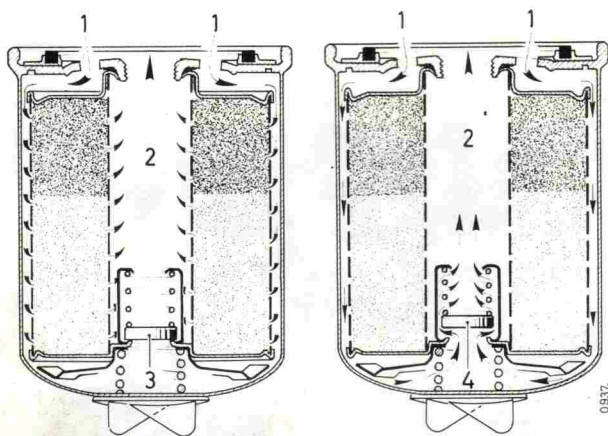

Fig. 52
Le moteur est équipé d'un filtre à huile qui épure sans arrêt l'huile au cours du fonctionnement du moteur. Toutes les impuretés s'accumulent dans le filtre. Après un temps de service prolongé l'élément filtrant se colmate, empêchant ainsi le passage satisfaisant de l'huile. Il en résulte une augmentation de pression qui repousse le ressort maintenant le clapet de sécurité (4, Fig. 52) sur son siège. Le lubrifiant peut alors se diriger (2) vers le conduit principal de graissage du moteur. Bien que non filtrée, l'huile assure le graissage sans interruption des organes mobiles du moteur.